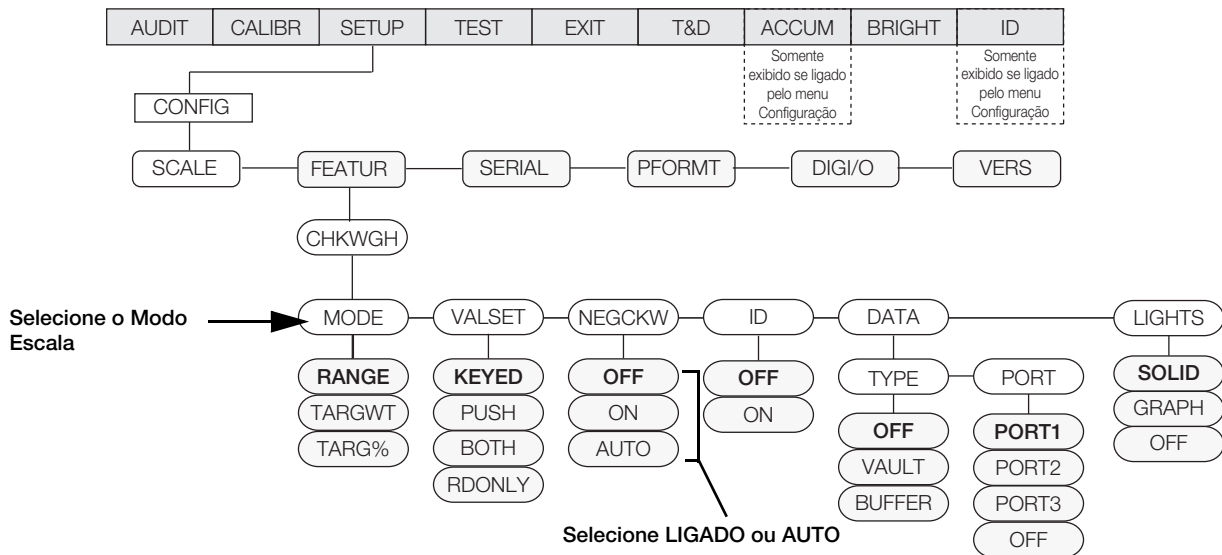

Figura 5-7. Menu CHKWGH
1. Certifique-se de que Escala está selecionado sob o *Modo* (Veja Figura 5-7).